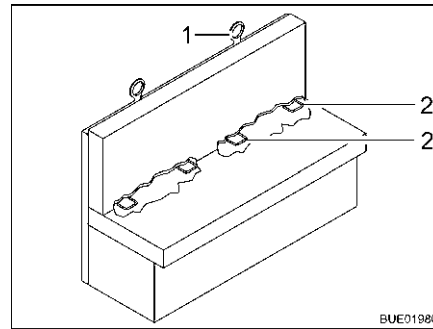

Bild 26 Isofix-Kindersicherung
Wenn das Fahrzeug mit Isofix-Kindersicherung ausgestattet ist, sind die dafür geeigneten Fahrzeugsitze mit einem Isofix-Symbol gekennzeichnet. Diese Fahrzeugsitze verfügen über Haltebügel (Bild 26,2) und einen weiteren Verankerungspunkt oben an der Sitzlehne (Top Tether) (Bild 26,1). Für Isofix geeignete Kinderrückhaltesysteme verwenden. Die Kinderrückhaltesysteme besitzen Rastarme, die in die Haltebügel des Fahrzeugsitzes eingeklinkt werden.
- Wenn möglich den Kindersitz zusätzlich am Top Tether (Bild 26,1) befestigen.